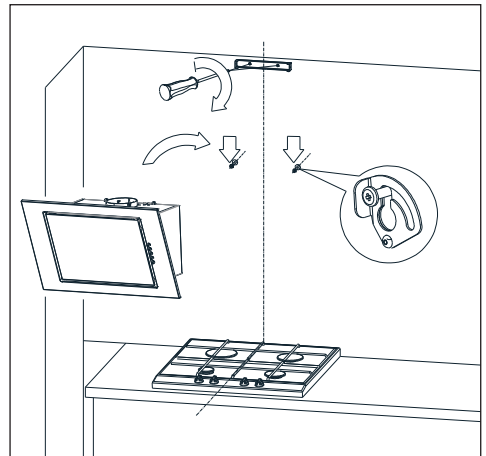

Abb.12 Dunstabzugshaube aufhängen
3. Schrauben Sie das Befestigungselement des Kaminkörpers fest und hängen Sie die Dunstabzugshaube an zwei nicht festgezogenen Schrauben (Abb. 12).